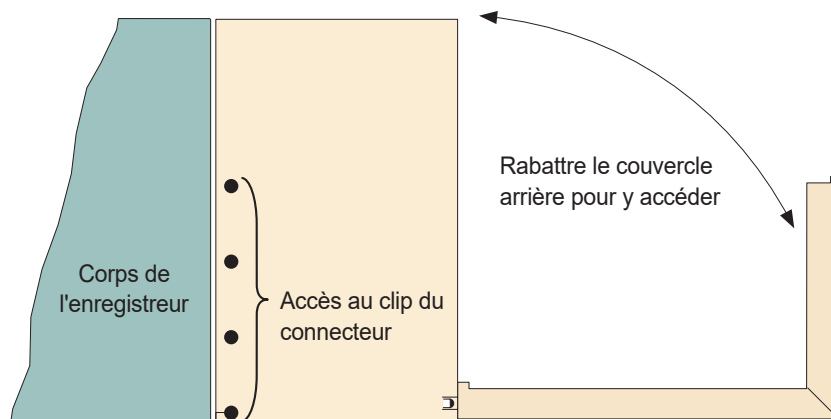
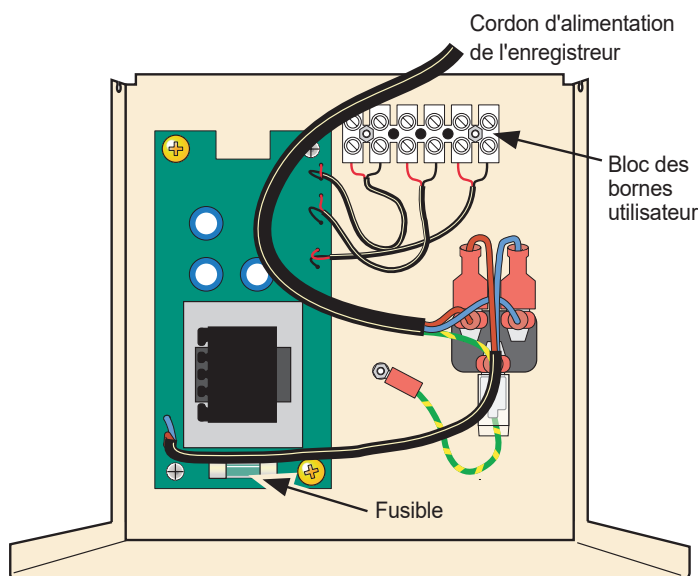
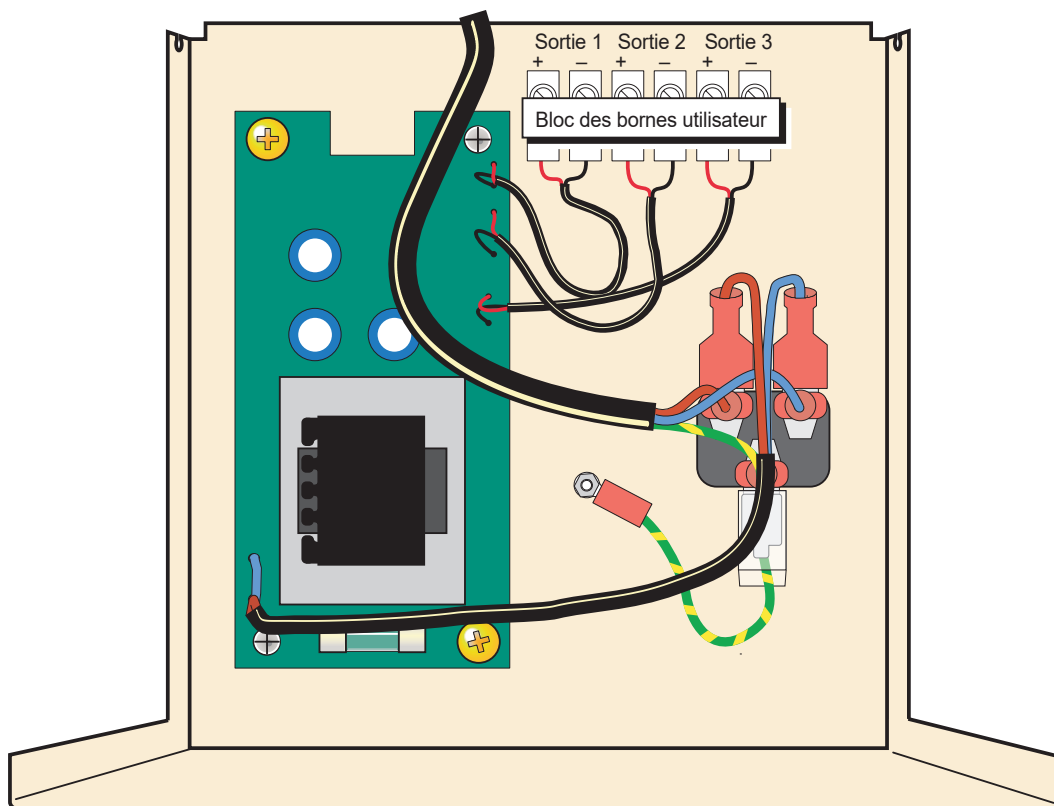
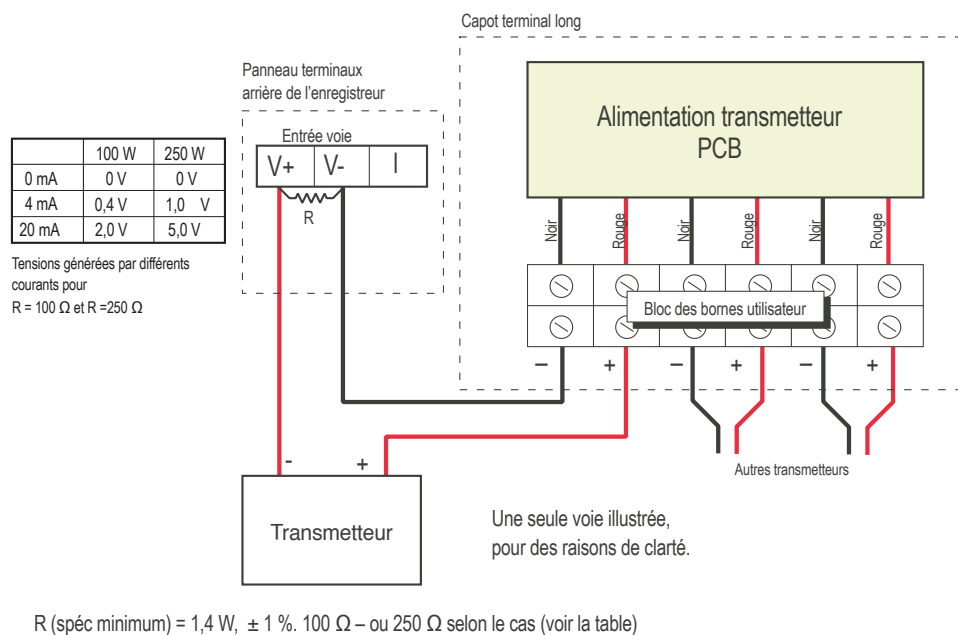

Figure 11.2.2b Ouverture du cache arrière
Figure 11.2.2c Emplacement du fusible et du bornier utilisateur.
Figure 11.2.3a Câblage du bornier
Figure 11.2.3b Câblage des applications
- Ouvrez le cache (figure 11.2.2b) pour accéder au circuit imprimé, aux raccordements utilisateur, etc. (figure 11.2.2c)
- Le fusible se trouve à l'endroit indiqué à la figure 11.2.2c. Le câblage utilisateur au bornier (figures 11.2.3a/b) peut désormais être réalisé, ou le cache-borne peut être retiré par commodité, comme décrit dans les étapes 5 et suivantes ci-dessous.
Nota : Quatre ouvertures situées de chaque côté du cache-borne permettent à l'utilisateur d'actionner les clips permettant de fixer des connecteur E/S sur le panneau arrière de l'enregistreur. Ceci permet aux connecteur E/S d'être retirés si, par exemple, l'enregistreur doit être retiré du panneau pour quelque raison que ce soit. La position de ces ouvertures est indiquée à la figure 11.2.2b (côté droit présenté ; côté gauche similaire).
La figure 11.2.3a montre le brochage du bornier et la figure 11.2.3b le câblage des applications types.